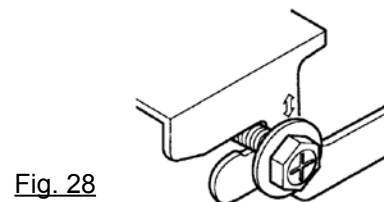

Fig. 28
- Sollevare l'unità e farla scorrere in avanti nell'innesto (fare riferimento alla Fig. 28).